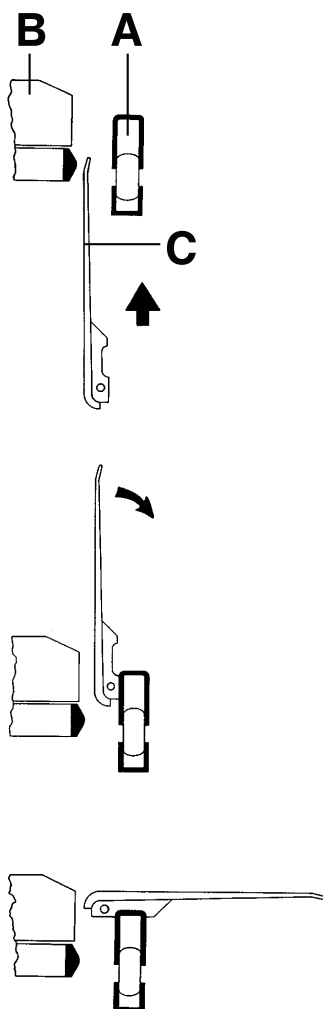

图 6 – 转移患者
2. 将侧护栏（A）降低到最低位置 (图 6)。
注解 - 转移板（C）位于侧护栏（A）和床垫（B）(图 6)之间。